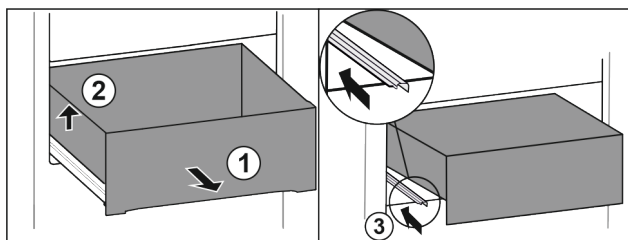

Fig. 90
- ▶ Extraiga el cajón hasta el tope. Fig. 90 (1)
- ▶ Levante el cajón por la izquierda. Fig. 90 (2)
- ▶ Retraiga la guía izquierda. Fig. 90 (3)